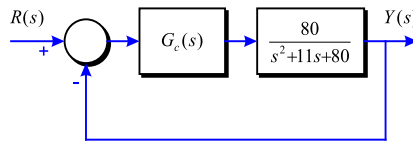

Figura 5-12
**Problema 144** Donat el sistema de la Figura 5-12: